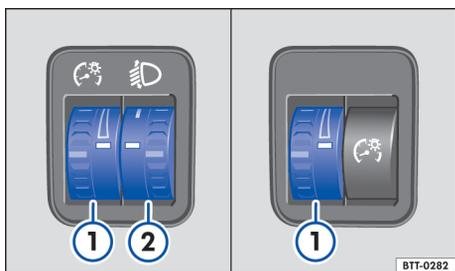

Fig. 75 Junto al volante: regulador de la iluminación de los instrumentos y los mandos ① y regulador del alcance de las luces ②.
① Iluminación de los instrumentos y los mandos
Con las luces encendidas se puede regular sin escalonamientos la intensidad de la luz de los instrumentos y los mandos girando el regulador ⇒ fig. 75 ①.
② Regulación del alcance de las luces
⇒ fig. 75 ②: